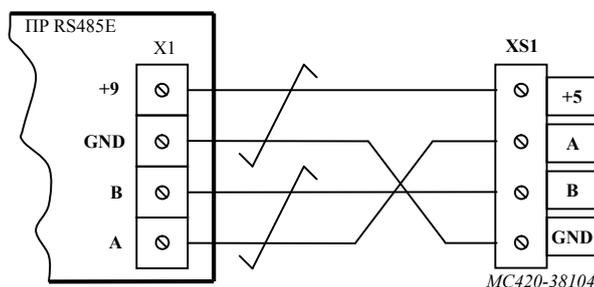

Рисунок 4.1 Схема подключения УТП-кабеля.
- подключите УТП-кабель к клеммам интерфейса RS-485, расположенным на ПП RS485E (клеммный блок X1), согласно схеме Рисунок 4.1;